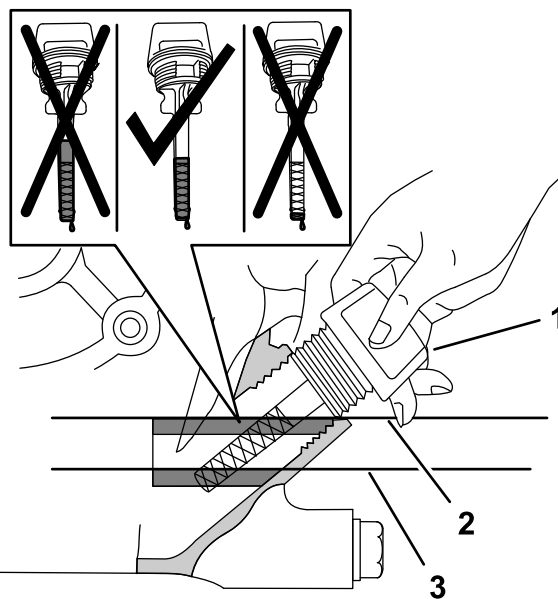

図 76
5. 図 76のようにディップスティックをエンジンに差し込む。
6. ディップスティックを引き抜いてオイル量を確認する 図 76。
注 ディップスティックについている格子模様の部分間が全部オイルで濡れていることが必要です 図 76。